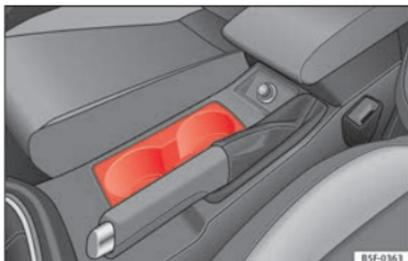

Fig. 115 Console centrale: portabevande anteriore.
- Porre le bevande nel supporto »» **fig. 115**. Si possono riporre due lattine. Le coperture delle porte possono contenere bottiglie di plastica più grandi.